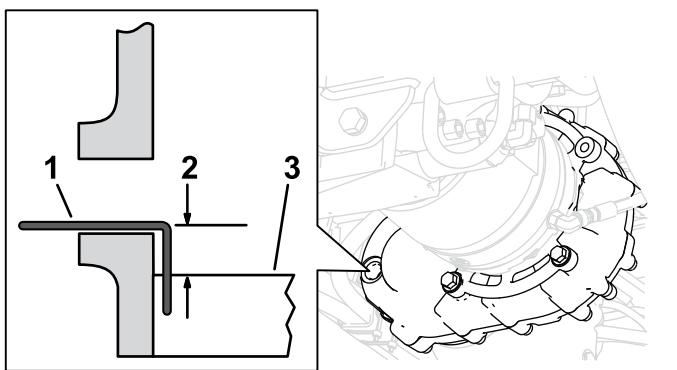

Figura 114
3. Compruebe que el nivel de aceite de la caja de engranajes está a 23 mm (29/32") por debajo de la parte inferior de la mirilla; utilice un clip dobrado insertado en la mirilla, como se muestra en la Figura 114.